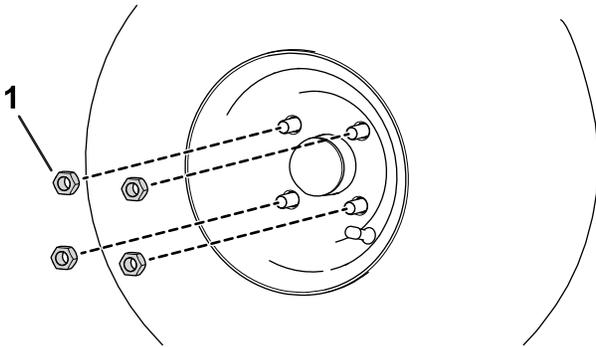

Figura 4
1. Utilice las tuercas de rueda que retiró anteriormente para fijar la rueda al cubo (Figura 4).